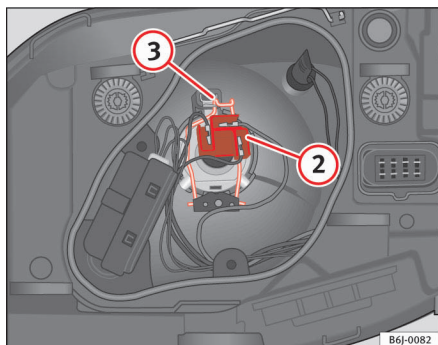

Fig. 152 Feu de croisement / de route phare simple
- Retirez le connecteur ⇒ fig. 152 ② de la lampe.
- Décrochez le ressort entrebâilleur ⇒ fig. 152 ③ en le pressant vers l'intérieur et vers la droite.